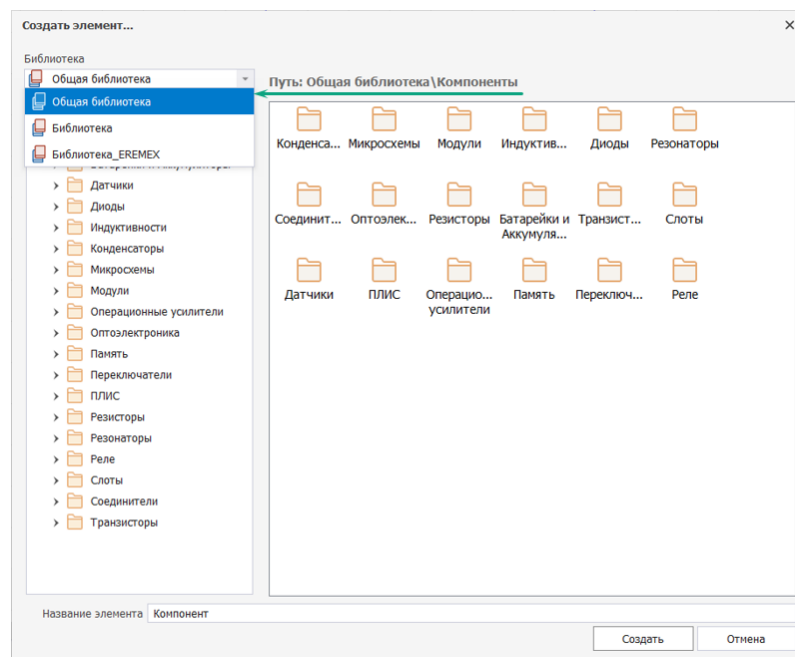

Рис. 189 Выбор библиотеки для компонента
2. Выбрать библиотеку из выпадающего списка «Создать элемент» → «Библиотека», см. Рис. 189.